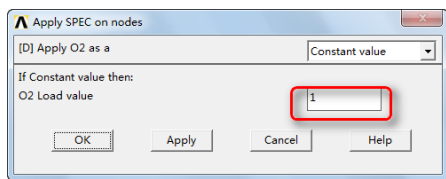

图 10-92 “Apply SPEC on nodes”对话框
④单击“OK”按钮会弹出“Apply SPEC on nodes”对话框，如图 10-92 所示，在“O2 Load value”输入框输入 1。
⑦单击“OK”按钮会弹出“Apply SPEC on nodes”对话框，如图 10-92 所示，在“N2 Load value”输入框输入 0。
⑩单击“OK”按钮会弹出“Apply SPEC on nodes”对话框，如图 10-92 所示，在“H2 Load value”输入框输入 0。
⑮单击“OK”按钮会弹出“Apply SPEC on nodes”对话框，如图 10-92 所示，在“O2 Load value”输入框输入 0。
⑱单击“OK”按钮会弹出“Apply SPEC on nodes”对话框，如图 10-92 所示，在“N2 Load value”输入框输入 1。
㉑单击“OK”按钮会弹出“Apply SPEC on nodes”对话框，如图 10-92 所示，在“H2 Load value”输入框输入 0。
②⑥单击“OK”按钮会弹出“Apply SPEC on nodes”对话框,如图 10-92 所示,在“O2 Load value”输入框输入 0。
②⑨单击“OK”按钮会弹出“Apply SPEC on nodes”对话框,如图 10-92 所示,在 N2 Load value 输入框输入 0。
③⑫单击“OK”按钮会弹出“Apply SPEC on nodes”对话框,如图 10-92 所示,在 H2 Load value 输入框输入 1。